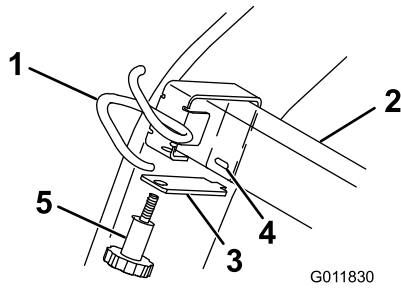

Figure 3
2. Placez le guide de câble par dessus la barre transversale à l'extrémité droite (Figure 3).
3. Insérez le collier dans la fente du guide de câble, puis fixez-le en place avec un bouton (Figure 3).